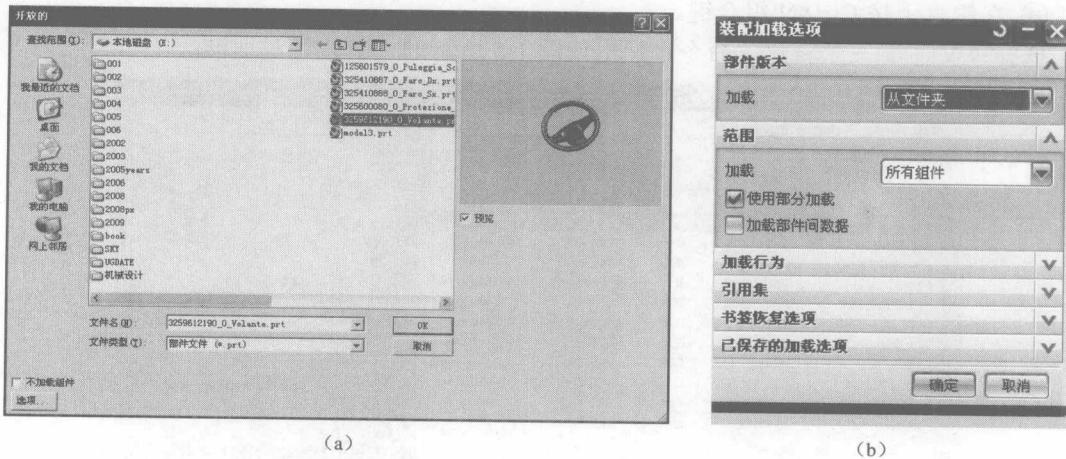

图 1-6
选择“文件”→“打开”命令，弹出如图 1-6 (a) 所示的打开部件文件对话框。
- ★ **选项：**单击此按钮，系统将弹出如图 1-6 (b) 所示的“装配加载选项”对话框，可以选择想要加载的部件。